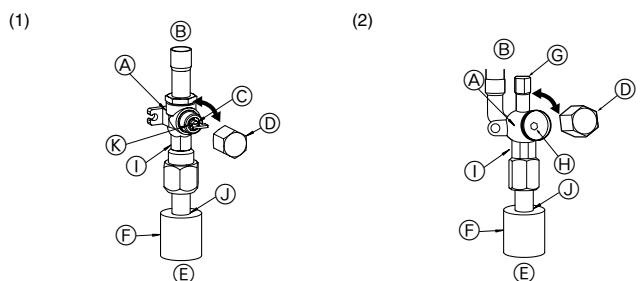
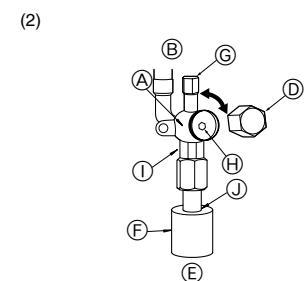

Fig. 4-5
Fig. 4-6
- (1) Gasseite (Fig. 4-5)
- ① Entfernen Sie die Kappe, ziehen Sie den Griff zu sich und drehen ihn zum Öffnen 1/4 Drehung nach links.
- ② Prüfen Sie, ob das Absperrventil vollständig geöffnet ist, drücken Sie den Griff zurück und setzen Sie dann die Kappe wieder auf und schrauben sie fest.
- (2) Flüssigkeitssseite (Fig. 4-6)
- ① Entfernen Sie die Kappe und drehen Sie die Ventilstange mit einem 4 mm-Sechskantschlüssel bis zum Anschlag gegen den Uhrzeigersinn. Hören Sie auf zu drehen, wenn der Anschlag erreicht ist.